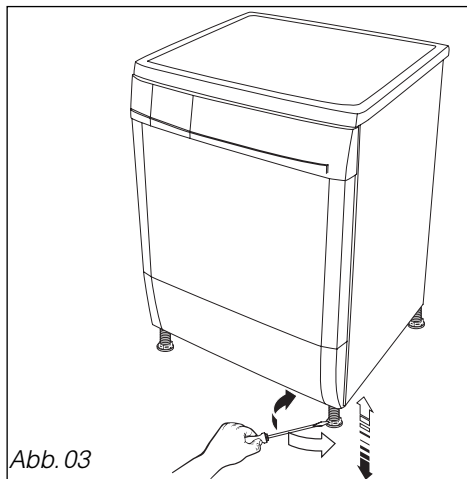

Abb. 03
Der Trockner ist mit 4 Stellfüßen ausgestattet (Abb. 03). So stellen Sie das Gerät waagrecht und standfest ein :
- Je nach Bodenbeschaffenheit ziehen Sie einen oder mehrere Füße fest oder lösen sie mit einem Schraubendreher, um ihre Höhe zu verstellen (Abb. 03).